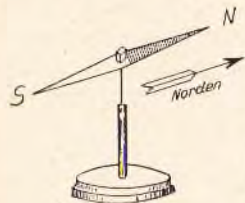

Abb. 69
horizontal drehen kann, so stellt er sich annähernd in die **geographische Nord-Süd-Richtung** (Abb. 69). Den Pol, der nach Norden weist, nennt man den nordweisenden Pol, kurz **Nordpol** (N); meistens wird er durch blaue Färbung gekennzeichnet. Den anderen Pol, der nach Süden zeigt, bezeichnet man als **Südpol** (S). Bringt man in die Nähe des drehbar gelagerten Magnets einen zweiten freischwebenden Magneten, so läßt sich feststellen, daß sich die beiden Magnete stark beeinflussen. Es tritt an den Polen eine Anziehung oder Abstoßung ein. Der Nordpol des ersten Magnets zieht den Südpol des zweiten Magnets kräftig an und stößt den Nordpol ab. Beide Magnete ändern ihre Nord-Süd-Richtung und stellen sich so zueinander, daß der Nordpol des ersten Magnets dem Südpol des anderen Magnets möglichst nahe kommt. Hieraus ergibt sich das **Grundgesetz** des Magnetismus, das wir in ähnlicher Form bei der ruhenden Elektrizität (Lehrbrief 1, Seite 25) kennengelernt haben.